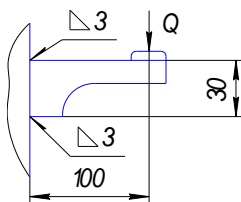

Рис. 7
7. Определить напряжения в швах сварной конструкции (рис. 7). Дано:  $Q=8000$  Н,  $L=40$  мм – длина каждого сварного шва.